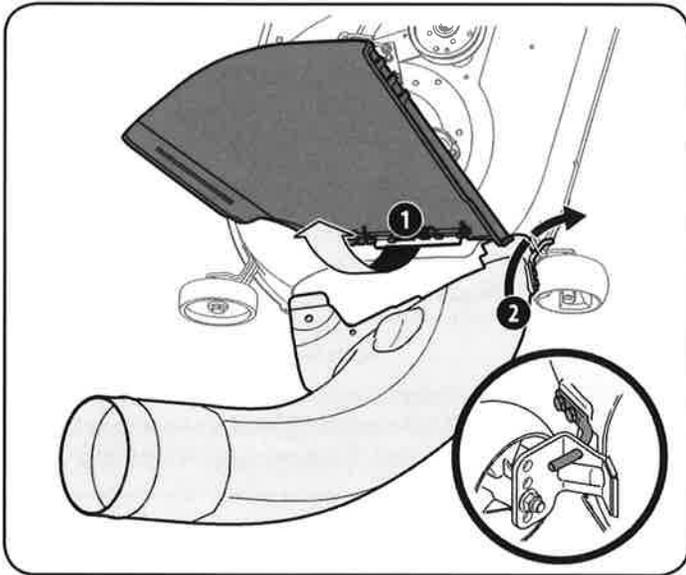

Figura 46
1. Con el canal de descarga del tractor levantó y la sostuvo abierta (1), instale el codo del conducto con la colocación de la varilla de montaje codo chute en el orificio correspondiente, ya sea en el soporte de la rueda cubierta o tolva de lengüeta (2) de montaje, como se ve en Figura 46.